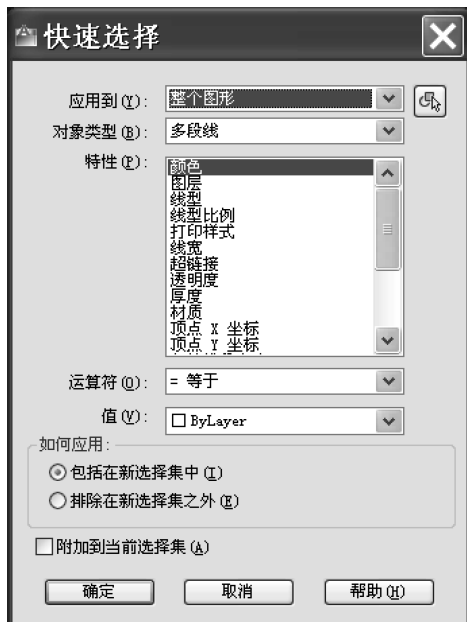

图 5-8 【快速选择】对话框
1) 快速选择。在 AutoCAD 2012 中，需要选择具有某些共同特点的对象时，可利用【快速选择】对话框，根据所选择对象的图层、线型、颜色、图案填充等项的要求和特征，来进行选择。具体操作：单击菜单【常用】→【实用工具】中的  按钮。打开如图 5-8 所示的【快速选择】对话框，然后按所选的功能进行选择。各功能选项如下：